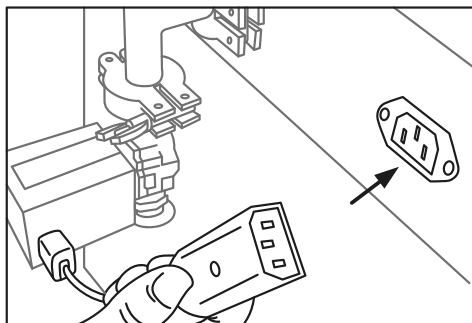

Figura 18.
6. Conecte la válvula solenoide a la Unidad Principal (Figura 18 y 19).